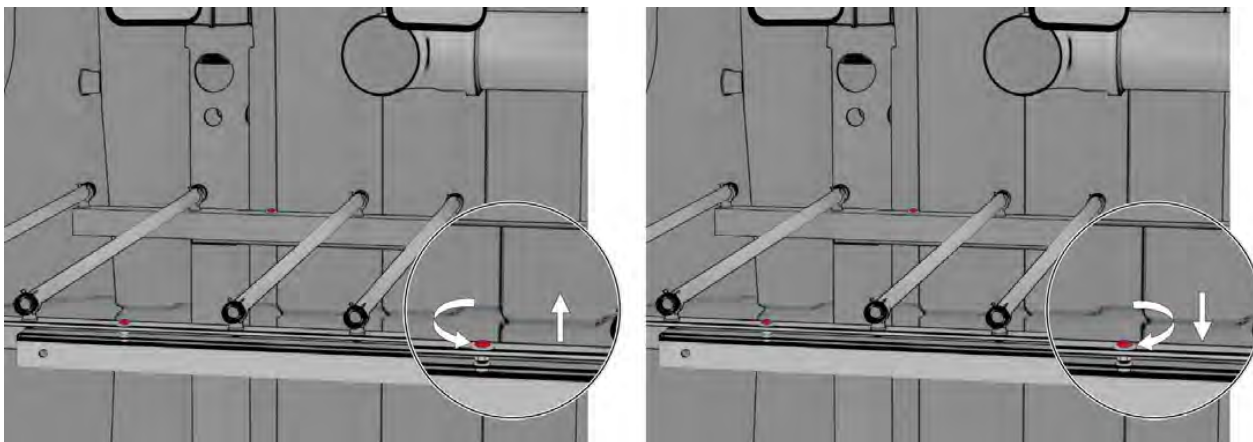

Fig. 59: Ajuster l'alignement du plateau de répartition avec un niveau à bulles et les écrous
5. Si nécessaire, ajuster l'alignement du plateau de répartition au moyen des écrous à serrer ou desserrer situés sur les deux cornières parallèles sous le plateau central (en rouge sur Fig. 59).